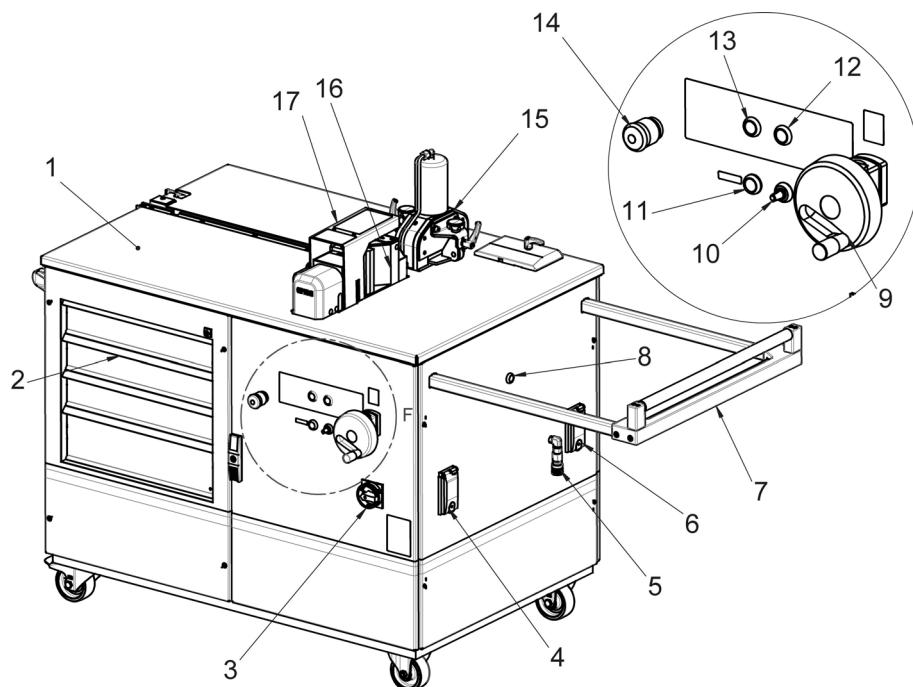
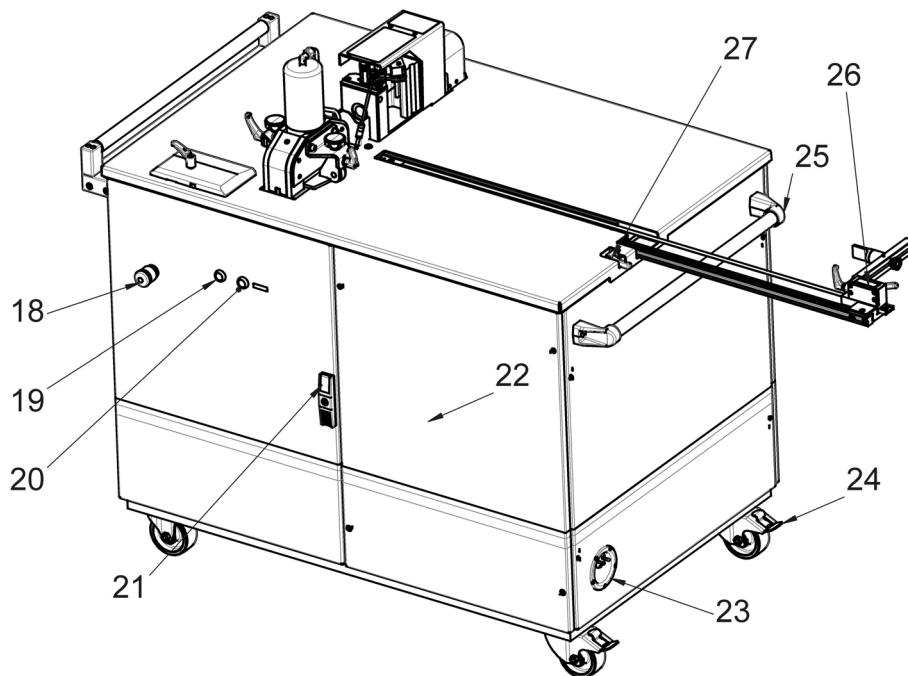

Imagen 1: Vista frontal
Imagen 2: Vista dorsal
El conmutador de seguridad de pedal único se conecta a través de un conector (imagen 1, 4) al «centro móvil de mecanizado de pletinas». La selección del centro de mecanizado deseado se realiza mediante cuatro pulsadores (imagen 1, 8, 12, 13 e imagen 2, 19). Solo es posible trabajar con un solo centro. La unidad de corte (imagen 1, 15) para acortar pletinas, así como la unidad de doblado y punzonado (imagen 1, 16) disponen a su alrededor de una mesa (imagen 1, 1) estable, resistente a la abrasión de acero inoxidable. El tope extraíble (imagen 2, 26) de hasta 1200 mm integrado en la mesa, puede utilizarse en todas las unidades de trabajo.
Una conexión hidráulica adicional (imagen 1, 5) permite la conexión de aparatos hidráulicos externos para ampliar las unidades de trabajo disponibles. El «centro móvil de mecanizado de pletinas» dispone de un rodillo de apoyo extraíble (imagen 1, 7) para facilitar el mecanizado de piezas de gran longitud.
Dos interruptores de parada de emergencia (imagen 1, 14 e imagen 2, 18) desconectan de inmediato la bomba hidráulica en situaciones de riesgo y devuelven la herramienta a su posición de inicio. El uso de un convertidor de frecuencia permite ajustar la velocidad de desplazamiento de las herramientas a través de un potenciómetro (imagen 1, 10). Durante la perforación y el punzonado el cuerpo principal se encuentra protegido por una robusta cubierta de protección (imagen 1, 17). La altura del cuerpo principal puede ajustarse fácilmente con un mando giratorio (imagen 1, 9) de acuerdo con la indicación para la regulación de la altura. Cuatro grandes cajones (imagen 1, 2) con cierre ofrecen suficiente espacio de almacenaje para herramientas e instrumentos. Detrás de la puerta (imagen 2, 21), junto al armario de distribución eléctrica (imagen 2, 22), se encuentra un recipiente de recogida de restos de cobre. El cable de alimentación (imagen 2, 23) se encuentra integrado en el lateral del «centro móvil de mecanizado de pletinas» y puede prolongarse hasta una longitud máxima de 4,5 m o enrollarse por completo en función de las necesidades.
- A continuación conectar el cable de alimentación del conmutador de pedal en el conector de 4 polos (imagen 1, 4).
- Colocar el interruptor del «centro móvil de mecanizado de pletinas» en la posición (I) para poner la unidad en modo de espera.
Los láseres se conectan y desconectan mediante los pulsadores (imagen 1, 11 e imagen 2, 20). Para alargar la vida útil de los láseres, estos se desconectan ellos mismos tras 15 minutos. Pisando brevemente el conmutador de pedal o pulsando el pulsador correspondiente, vuelven a conectarse.